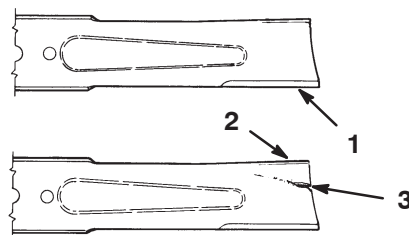

Figure 25
1. Inspectez les tranchants des lames (Fig. 25). Si elles ne sont pas tranchantes ou si elles présentent des indentations, déposez et aiguiser les lames (voir Aiguisage des lames, page 25).
2. Inspectez les lames, surtout la partie incurvée (Fig. 25). Remplacez immédiatement toute lame endommagée, usée ou qui présente une entaille (repère 3 de la Fig. 25).